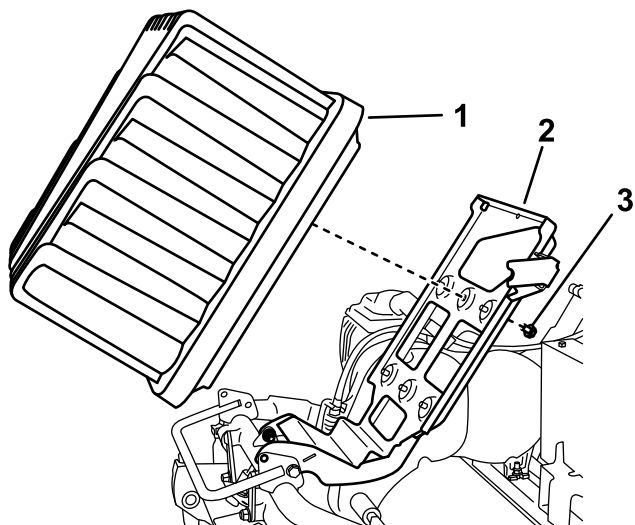

Figure 6
6. Déposez la batterie et son socle de la machine (Figure 6).
7. Retirez les boulons et rondelles qui fixent la batterie sur son socle; mettez la batterie au rebut ou recyclez-la en respectant la réglementation locale, régionale ou nationale (Figure 6).